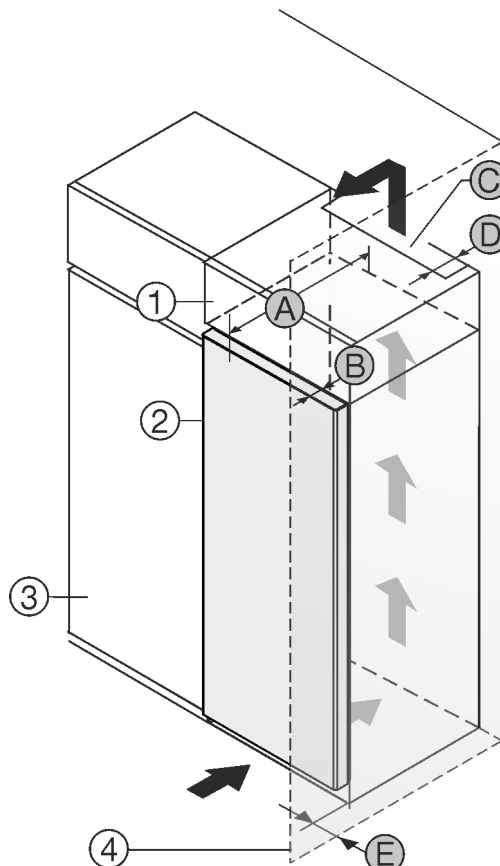

Fig. 1
Пристрій встановити безпосередньо поряд із кухонною шафою Fig. 1 (3).
Зі зворотного боку шафи для встановлення на пристрої слід передбачити вентиляційну шафу завглибшки Fig. 1 (D) на всю ширину цієї шафи.
Слід дотримуватись вентиляційного отвору Fig. 1 (C) в стелі приміщення.
Якщо пристрій із шарнірами встановлюється поряд зі стінкою Fig. 1 (4), відстань між пристроєм та стінкою повинна бути не менше 13 мм.
Щоб мати можливість повністю відкривати дверцята, потрібно, щоб пристрій стояв на відстані глибина дверей Fig. 1 (B) відносно передньої панелі кухонної шафи. Залежно від глибини кухонних шаф Fig. 1 (3) та використання пристінних розпірок пристрій може ще більше видаватися вперед.